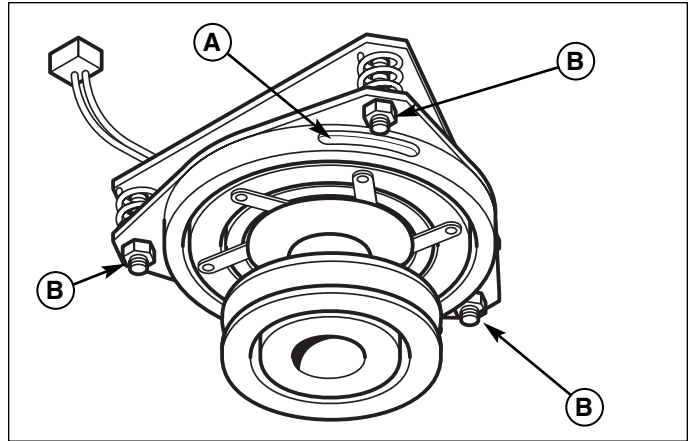

Abbildung 34. Einstellung Zapfwellenkupplung
2. Siehe Abb. 34. Position der 3 Einstellfenster (A) in der Seite der Bremsscheibe und den selbsthemmenden Einstellmuttern (B) feststellen.
4. Es können auch die Einstellmuttern (B, Abb. 34) angezogen werden, bis die Stirnseite des Rotors und der Befestigung die Fühlerlehre leicht berühren.